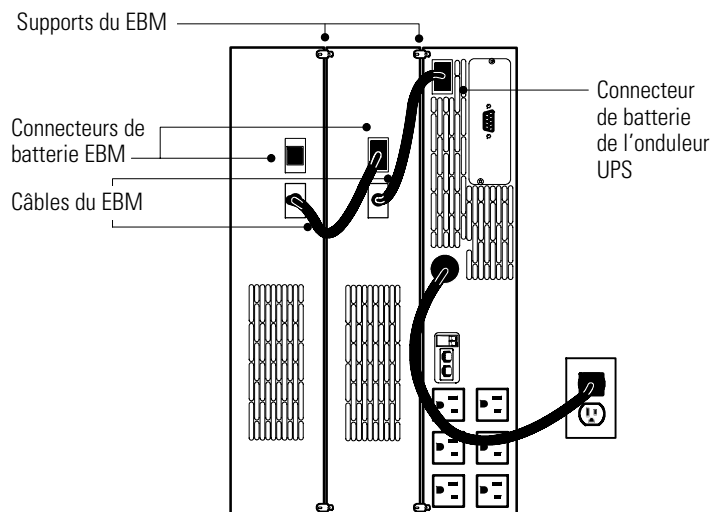

Figure 26. EBM Connexions (modèle illustré : 120V)
6. Branchez le nouveau EBM dans l'onduleur UPS comme illustré dans Figure 26.